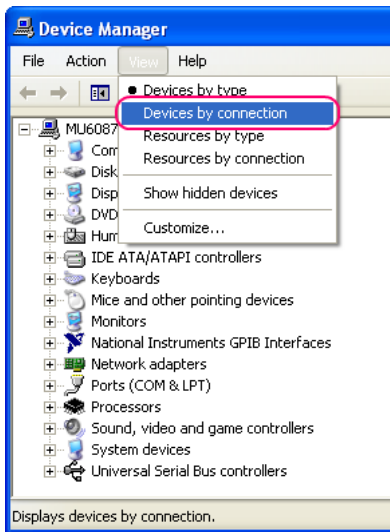

Bild 1-7 Umstellen der Darstellung im Device Manager
2. Starten Sie den Device Manager und stellen Sie die Darstellung um, indem Sie **View - Devices by connection** wählen (Bild 1-7).